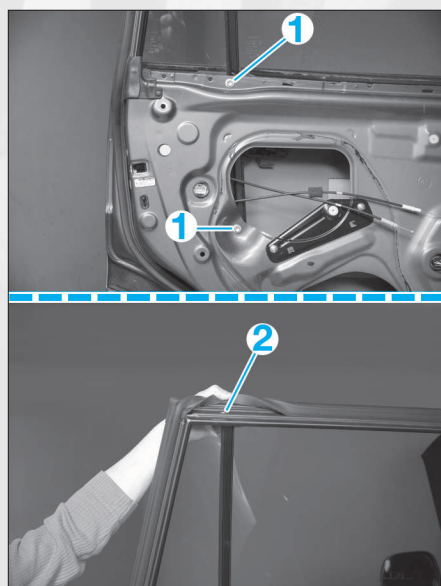

FIG. 56
- Déposer les vis de fixation (1) et (2) (Fig.56).